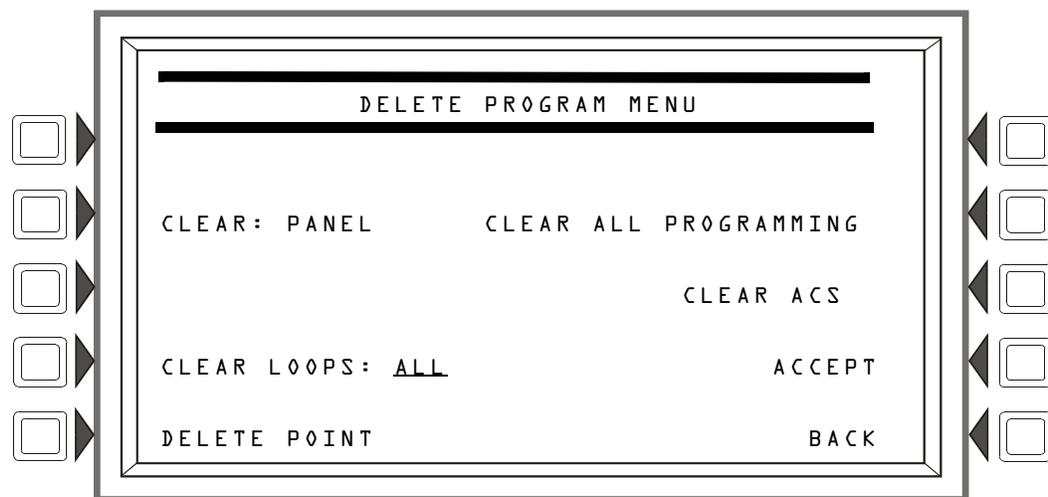

Figura 3.47 Tela Menu eliminar programação
1. Utilize a tela Menu eliminar programação (veja a figura 3.47) para apagar qualquer programação aplicável do painel. Por exemplo, se os laços um e dois devem ser programados automaticamente, apague a programação existente inserindo 1+2 na tela Menu eliminar programação.